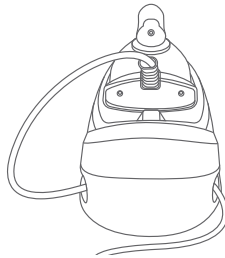

Рис.1
1. Установіть основу парової станції (5) на стійку, рівну і тверду поверхню.
2. Вийміть шланг подачі пари (12) з відсіку для зберігання (6). Повністю розмотайте шланг подачі пари і шнур живлення (13).
3. Переконайтеся, що праска правильно встановлена на теплоізольованій платформі (11) (**див. рис.1**).